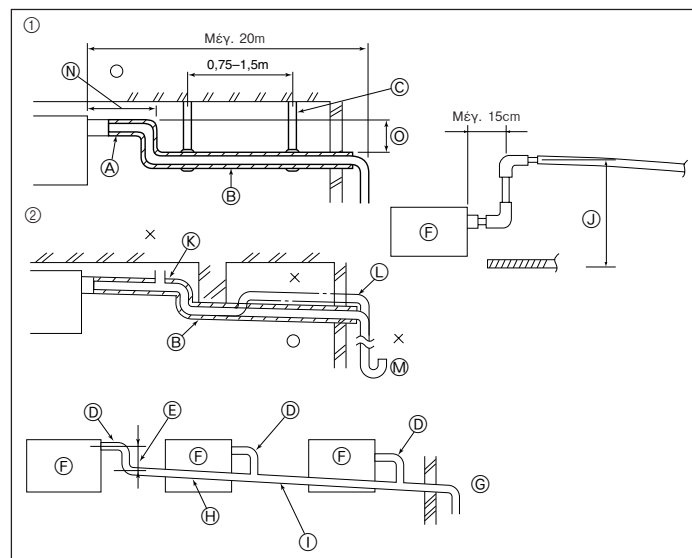

Fig. 3-4
- Σφίξτε το κάλυμμα του σωλήνα ③ και στα δύο άκρα (15 - 20 χλστ.) με τις προμηθευόμενες ταινίες ④.
- Γ Ταινία ④
- Δ Κάλυμμα σωλήνα ③
3.3. Εργασίες Σωληνώσεων Αποχέτευσης (Fig. 3-4)
- ① Σωστή σωληνώση
- ② Λανθασμένη σωληνώση
- ③ Μόνωση (9 χιλ. ή περισσότερο)
- ④ Κλίση προς τα κάτω (1/100 ή περισσότερο)
- ⑤ Μεταλλικό υποστήριγμα
- ⑥ Άνοιγμα εξερισμού